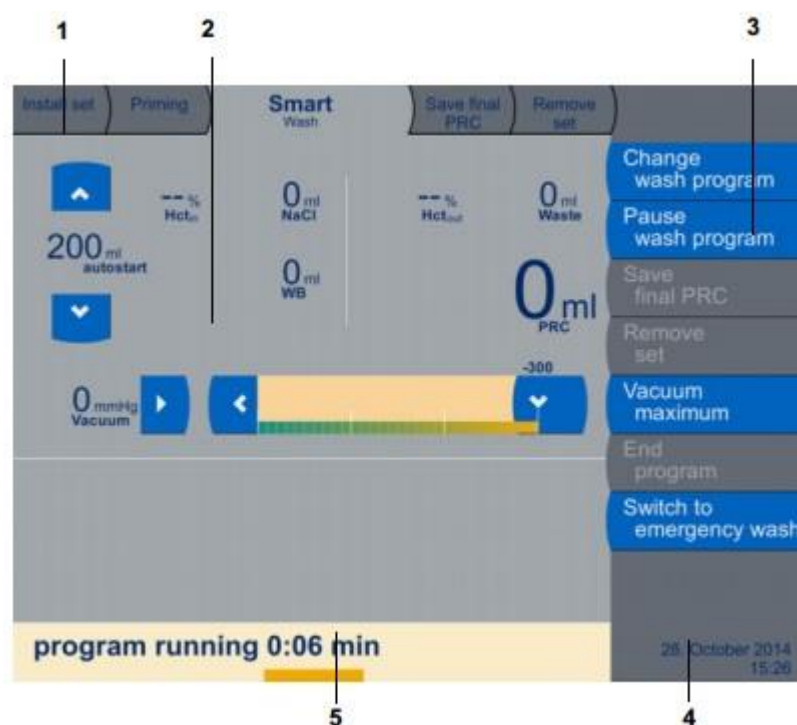

Рис. 37 Вид пользовательского интерфейса
- **Фазы программы (см. Рис. 37, поз. 1)**
- **Окно параметров и справки (см. Рис. 37 поз. 2)**
- Окно индикации статуса, сбоя или сигнала тревоги (см. Рис. 37, поз. 5)
- **Окно присвоения функций кнопкам клавиатуры (см. Рис. 37, поз. 3)**